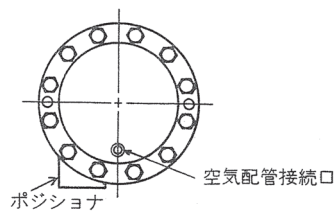

図 4-6
(2) ダイヤフラムケース(上)をのせ、ボルト・ナットで均等にしっかり締めつけてください。(図4-6)